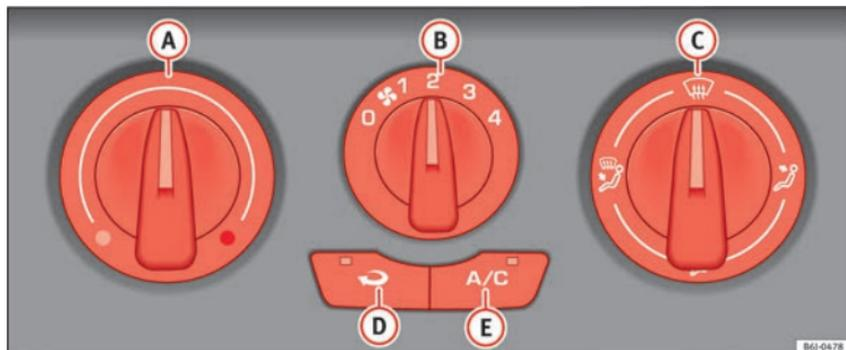

Abb. 129 Bedienelemente Klimaanlage in der Instrumententafel.
- Schalten Sie die Klimaanlage mit der Taste » **Abb. 129**  aus (die Kontrollleuchte in der Taste erlischt).
Im Umluftbetrieb » **Abb. 129**  (in der Taste leuchtet eine Kontrollleuchte auf) wird verhindert, dass unangenehme Gerüche oder Schadstoffe in der Außenluft, die beispielsweise beim Durchfahren eines Tunnels oder in einem Stau auftreten können, in das Fahrzeuginnere gelangen können.